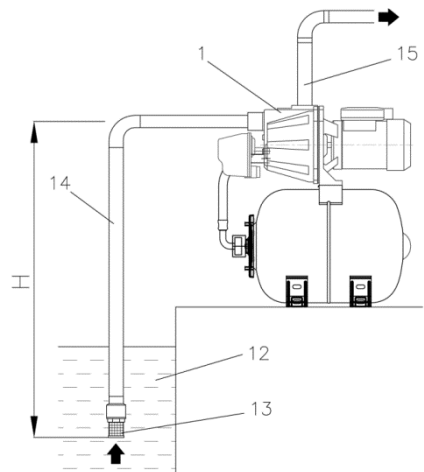

Рис. 4.
Схема установки САВ изображена на рисунке (рис. 4). На схеме показана САВ (1), подающая воду из источника (12) в напорную магистраль (15). Высота всасывания обозначена (Н).